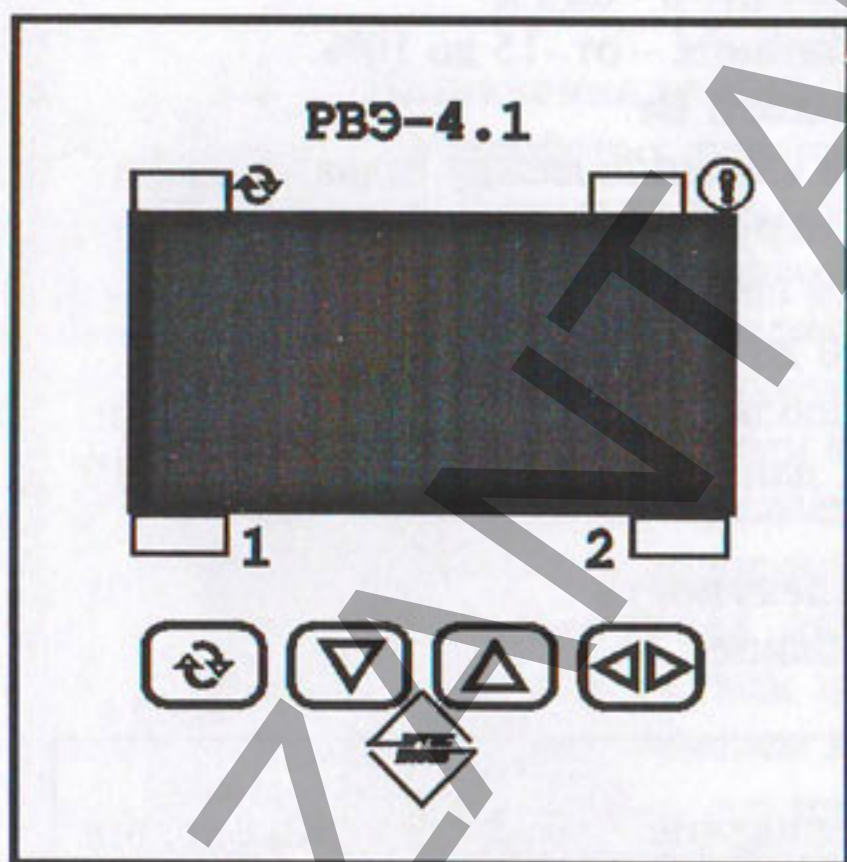

Рис. 1
1.4.1 На лицевой панели устройства (см. рис. 1) расположены :